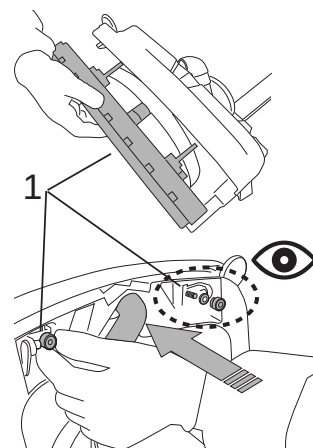

Fig.2A
- Installer le suceur avant (Fig. 2A - Rep. 1).